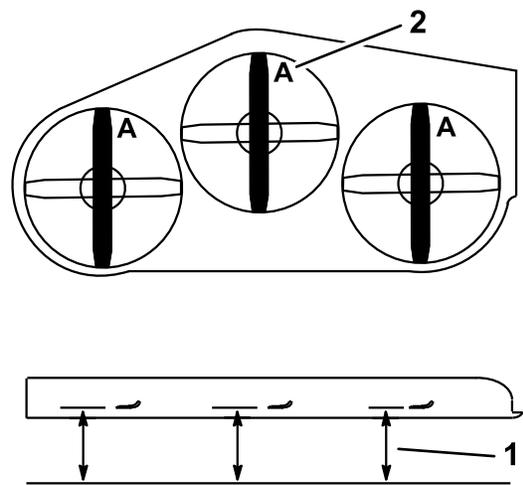

Figura 97
- Medir em **A** e desde a superfície nivelada até à aresta de corte das pontas das lâminas (Figura 97).